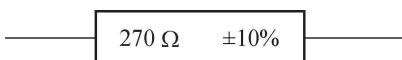

图 1-14 直标法
(1) 直标法。直标法是将电阻的阻值直接用数字标注在电阻上，其允许误差直接用百分数表示，若电阻上未注偏差，则均为±20%。如图 1-14 所示的电阻值为  $270 \Omega$ ，误差为±10%。